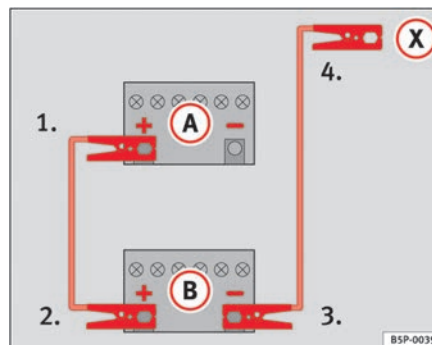

Abb. 158 Schema für das Anklemmen der Starthilfekabel
In der ⇒ Abb. 158 ist **(A)** die entladene Batterie und **(B)** die stromgebende Batterie.
1. Klemmen Sie ein Ende des roten Starthilfekabels an den Pluspol ⇒ Abb. 158 **(+)** des Fahrzeugs mit der entladene Batterie ⇒ ⚠.